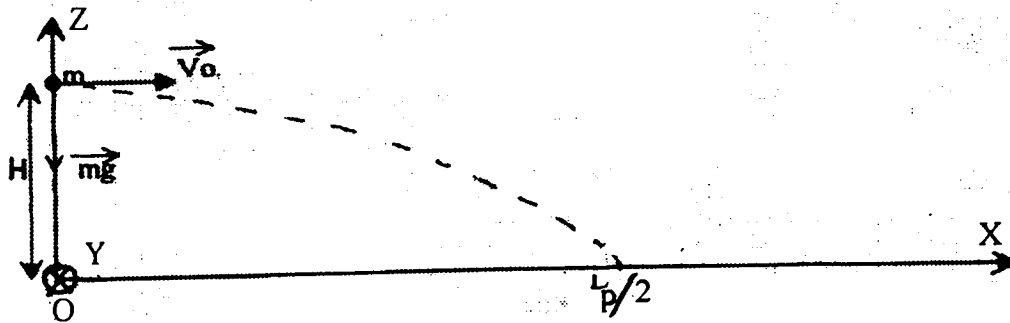

Figure 3 : Modélisation de la trajectoire d'une particule.
2.3 (1pt) Etablir (voir figure 3 : modélisation de la trajectoire d'une particule) l'expression de la largeur de projection,  $L_p$ , du distributeur en fonction de :